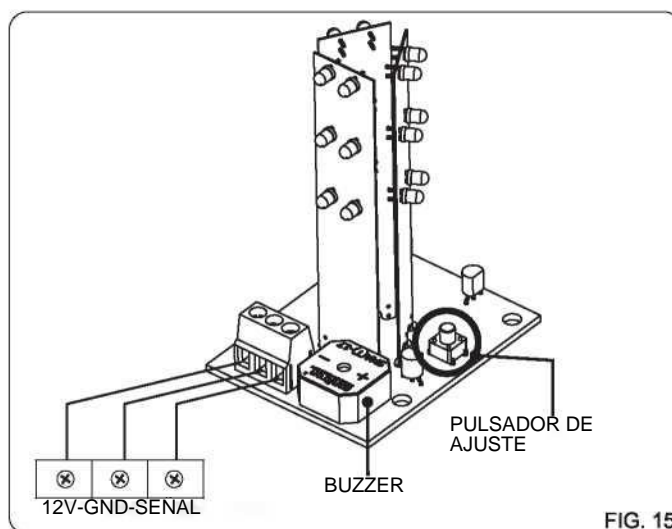

FIG. 15
- 1 - Conecte los hilos de la señal en los bornes de la central de comando ROSSI (fig. 15)